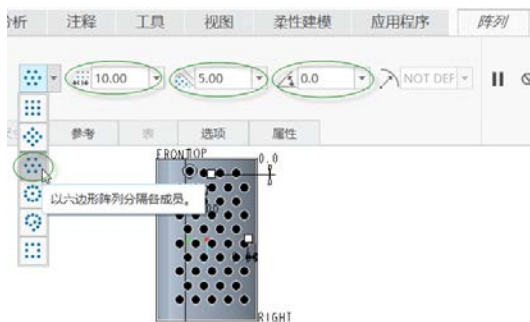

图 5-77 设置填充参数
- 6 在“阵列”选项卡的栅格模板下拉列表框中选择 （正六边形）栅格模板选项，其他填充参数的设置如图 5-77 所示，即设置阵列成员中心两两之间的距离为“10”，阵列成员中心可距草绘边界的最小距离为“5”，栅格关于原点的旋转角度为“0”。